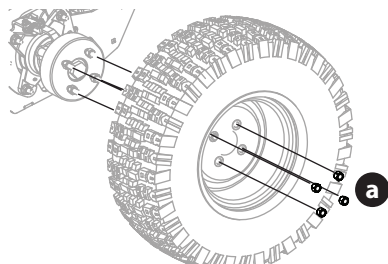

Figure 34
1. Les pneus au sol, desserrez, mais ne retirez pas les quatre écrous de roue (a) (Figure 34 à la page 100).
- Serrez les écrous de roue (a) à 65 à 70 pi-lb (88 à 95 N-m) en les croisant (Figure 34).